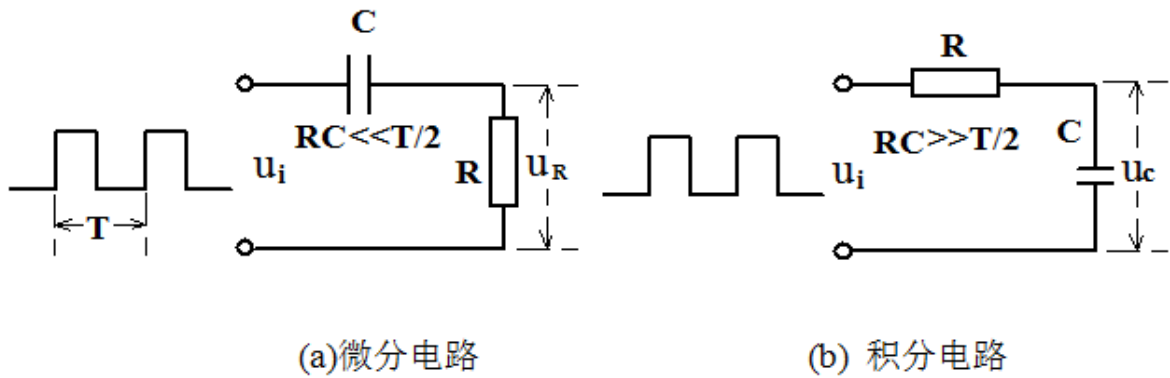

图 6-2
数和输入信号的周期有着特定的要求。一个简单的 RC 串联电路，在方波序列脉冲的重复激励下，当满足  $\tau=RC\ll\frac{T}{2}$  时（T 为方波脉冲的重复周期），且由 R 两端的电压作为响应输出，则该电路就是一个微分电路。因为此时电路的输出信号电压与输入信号电压的微分成正比。如图 6-2(a)所示。利用微分电路可以将方波转变成尖脉冲。
若将图 6-2(a)中的 R 与 C 位置调换一下，如图 6-2(b)所示，由 C 两端的电压作为响应输出，且当电路的参数满足  $\tau=RC\gg\frac{T}{2}$ ，则该 RC 电路称为积分电路。因为此时电路的输出信号电压与输入信号电压的积分成正比。利用积分电路可以将方波转变成三角波。
5. 令  $C=0.01\mu F$ ， $R=100\Omega$ ，组成如图 6-2(a)所示的微分电路。在同样的方波激励信号（ $U_m=3V$ ， $f=1KHz$ ）作用下，观测并描绘激励与响应的波形。增减  $R$  之值，定性地观察对响应的影响，并作记录。当  $R$  增至  $1M\Omega$  时，输入输出波形有何本质上的区别？